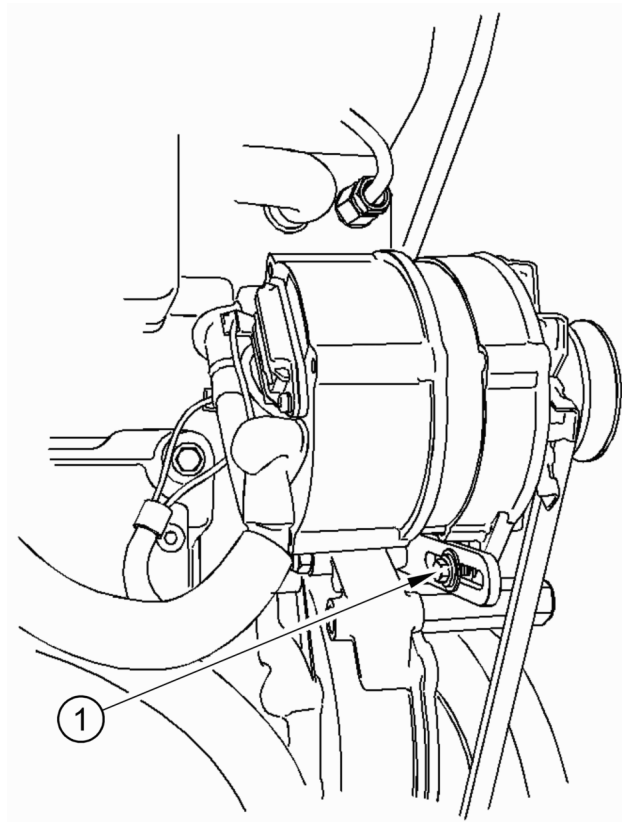

Figure 12
2. Desserrez le boulon (Figure 12, repère 1) et réglez l'alternateur de sorte à modifier la tension de la courroie. Resserrez tous les boulons pour régler l'alternateur à 22 Nm (16 lb ft).